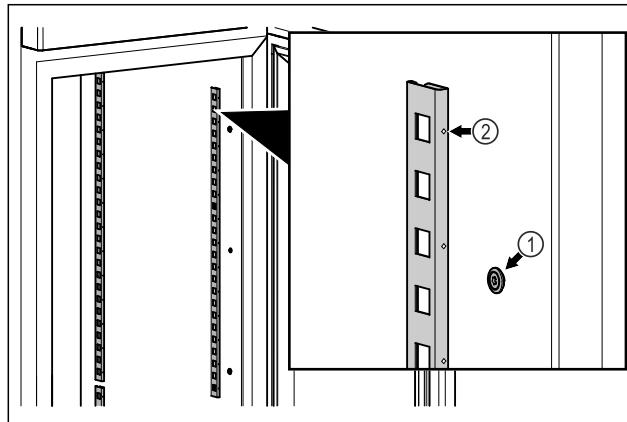

Fig. 83 Illustratīvs attēlojums
- Iekabinietai aizturu līstu viru mehānismā Fig. 83 (1). Atzīmei Fig. 83 (2) jābūt vērstai virzienā uz priekšu.